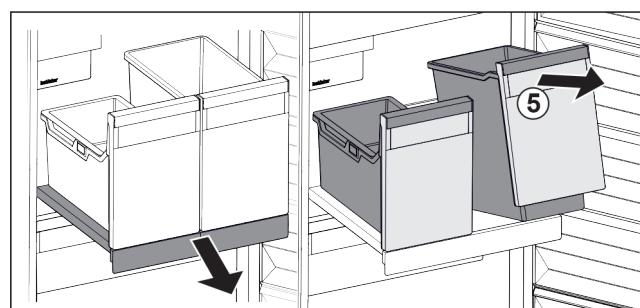

Fig. 29
- Повдигнете съда Fig. 29 (5) отпред.